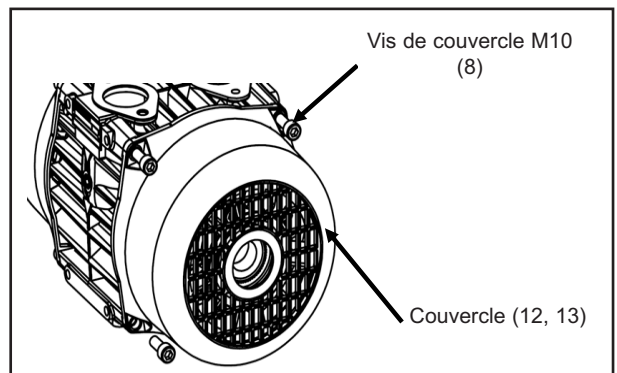

Figure 29
7. Installez les deux couvercles (12 et 13) sur les ventilateurs avec les vis de couvercle M10 (8). Serrez les vis de couvercle au couple de 26 lbs ft (35 N.m) ; voir la figure 29.